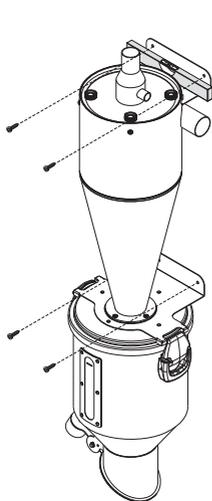

Abb. 1
**Bei der Installation des Zyklon-Dosiergerät mit Selbstreinigung Abscheiders mit Selbstreinigungssystem muss zur perfekten Ausrichtung eine Libelle verwendet werden (Abb.1).**
Für den Zugriff auf den Filter und das Innere des Zyklons muss man den Deckel oben durch Abschrauben der vier Schraubverschlüsse abnehmen, nachdem die Saugschläuche und Selbstreinigungsschläuche abgetrennt wurden; der Filter ist am Deckel mittels einem Schraubverschluss befestigt, s. Abb. 1 S. 7. Der Filter muss stets in perfektem Zustand gehalten werden und darf keine Risse oder Gewebeabrieb aufweisen, außerdem muss er gänzlich gereinigt werden können. Sollten nach einer gründlichen Reinigung immer noch Verkrustungen auf dem Gewebe vorhanden sein, muss der Filter durch einen neuen ersetzt werden.